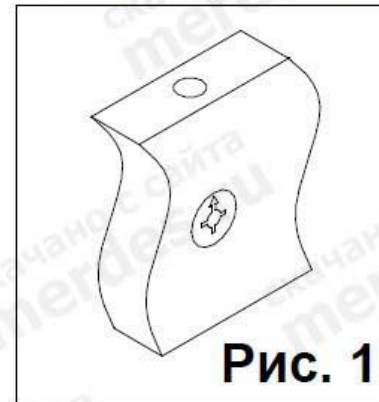

Рис. 1
Взять стенку заднюю выдвижного ящика и забить в соответствующие отверстия шканты (1). Соединить боковины ящика с задней стенкой. Фиксацию производить при помощи евровинтов (6). Далее положить каркас ящика на заднюю стенку и забить шканты (1) в соответствующие торцевые отверстия на боковинах ящика, и вставить стяжки растекс (19) (см.рис.1). После этого вставить дно ящика в пазы на каркасе ящика, таким образом, чтобы дно ящика вошло в паз на стенке задней ящика. Далее закрутить в переднюю панель ящика в имеющиеся муфты дюбеля стяжек-растекс (4). Соединить переднюю панель ящика с каркасом. Фиксацию произвести путем поворота стяжки (19) по часовой стрелки. После этого положить ящик дном вверх и пркрутить ответные планки направляющих (7) к боковинам ящика при помощи саморезов (5). Далее к передней панели прикрепить ручку винтами M4x20, входящих в комплект ручки (при комплектации винтами M4x22 использовать прокладочные шайбы входящие в комплект фурнитуры). Аналогичным образом собрать остальные ящики. При сборке встроенных ящиков используются только шканты (1) и клей ПВА входящий в комплект фурнитуры. Для удобства выдвижения этих ящиков с нижней стороны боковин можно приклеить пластиковые амортизаторы входящие в комплект фурнитуры.